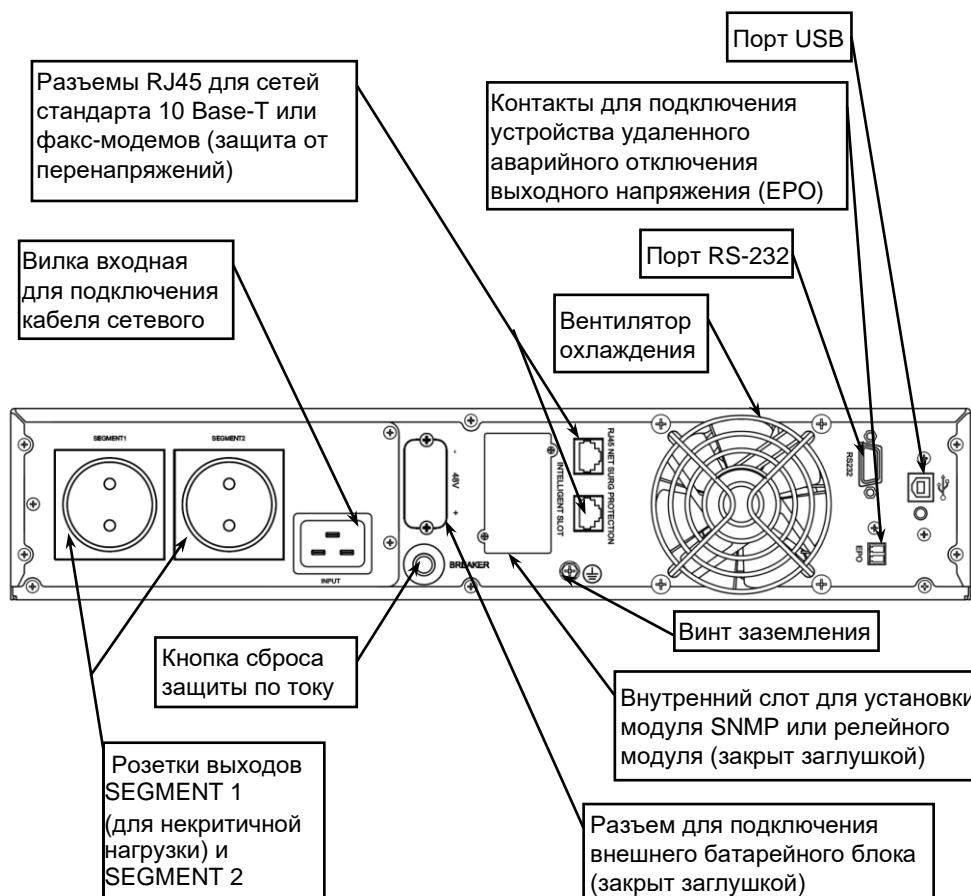

Рисунок 2 – Общий вид задней панели изделия
**На задней панели изделия** расположены: входной и выходные разъемы, кнопка сброса срабатывания защиты по току (срабатывание защиты происходит при превышении уровня входного тока выше допустимого), вентилятор охлаждения, слот для SNMP-модуля или релейного модуля, разъемы коммутационных портов, винт заземления (см. рисунок 2).
- поместите изделие на полку или направляющие шкафа или стойки и закрепите его на передних стойках. Соедините винт заземления изделия (см. рисунок 2) с контуром заземления шкафа или стойки перемычкой заземления (в комплект поставки не входит).
- подключите к выходным розеткам изделия кабели питания нагрузок (см. рисунок 2).
Изделие оснащено интеллектуальным слотом (см. рисунок 2), предназначенным для установки модуля SNMP или реле. При установке модуля SNMP или релейного модуля в изделие, модуль обеспечивает расширенные возможности связи и мониторинга.